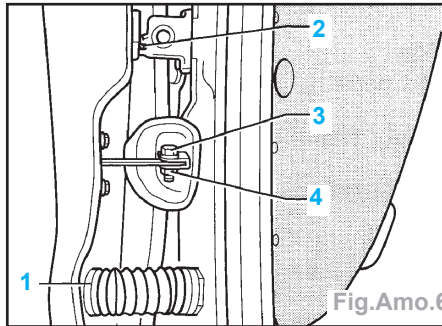

Fig.Amo.6
- Séparer le connecteur multiple (1). Sur les véhicules dotés d'une fermeture centralisée, séparer également le tuyau bipression du connecteur multiple (si le véhicule en est équipé) (Fig.Amo.6).